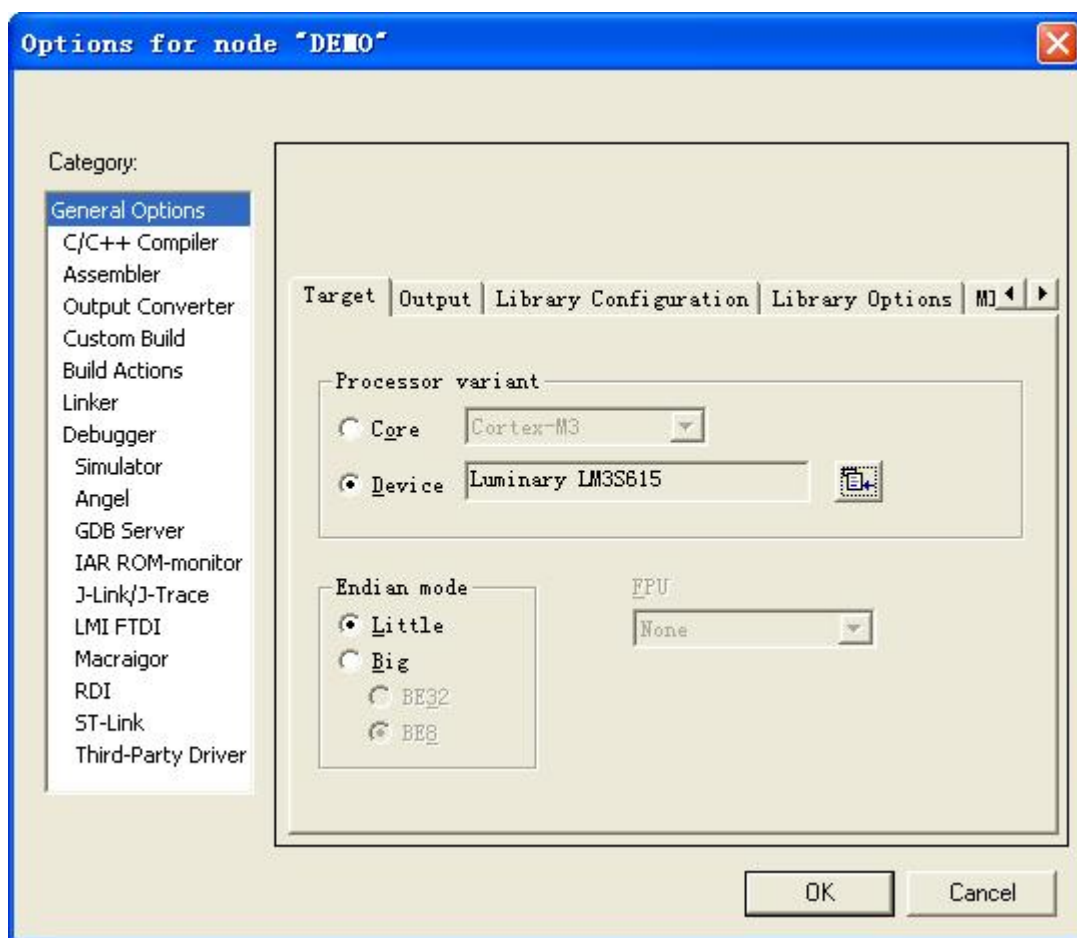

图 3.13 General Option 选项设置
- 在Processor Variant 框中选择Device。并点击右边的器件选择按钮，选择芯片型号Luminary LM3Sx9xx。同时Endian mode 选择Little，Stack align 选择4 byte。如图3.13 所示；